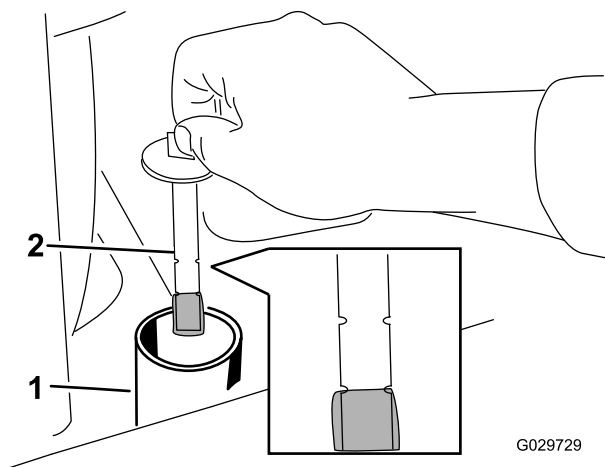

Рисунок 59
6. Снимите крышку гидравлического бака и извлеките погрузной шуп (Рисунок 59).